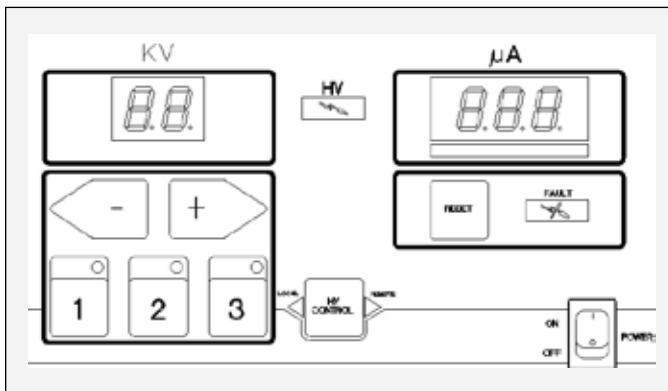

Figure 3 : Interface opérateur 9060
Le contrôleur 9060 présenté sur la Figure 3 a une interface opérateur simple constituée de 7 voyants LED (diodes électroluminescentes), d'un (1) interrupteur d'alimentation, de sept (7) boutons et d'un (1) afficheur graphique de courant à LED, avec deux (2) écrans contenant des affichages à sept segments.
Ce bouton, présenté au centre de la Figure 3, n'est pas fonctionnel pour les pistolets à main.